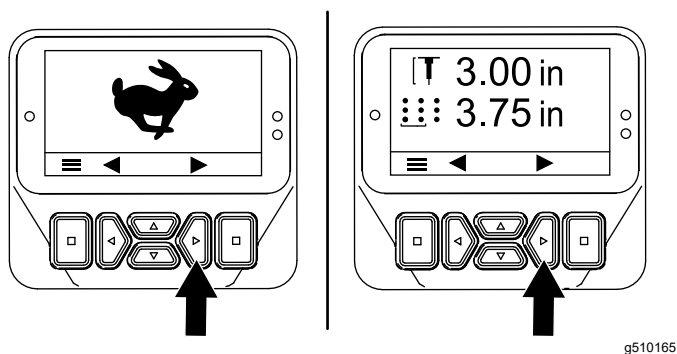
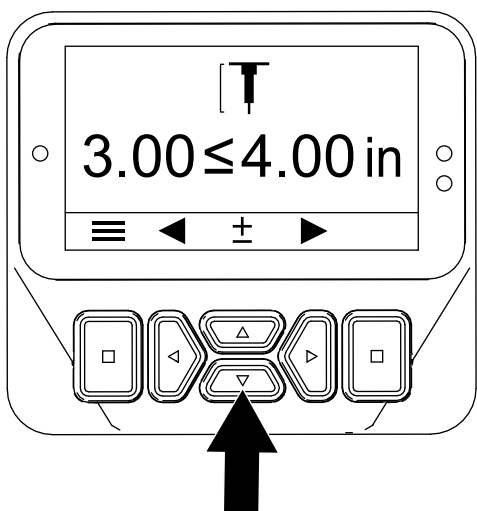

Figura 51
Figura 52
3. Prima o botão direito até ser mostrado o ecrã que permite configurar a profundidade dos furos (Figura 51 e Figura 52).
4. Ajuste a profundidade dos dentes com os botões cima/baixo (Figura 52) conforme indicado a seguir: